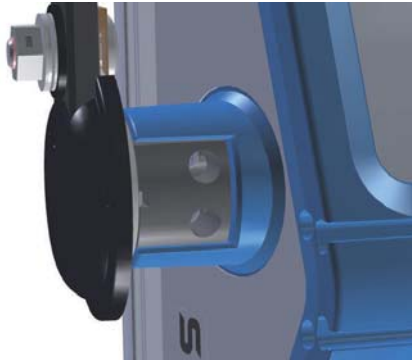

Bild 6: Montage des Haltebügels
gels in die Aufnahmen des SkyPanels ein (siehe Bild 6).
- Lösen und entfernen Sie je zwei Schrauben pro Seite am Gerät (4 mm Innensechskantschlüssel, siehe Bild 6).